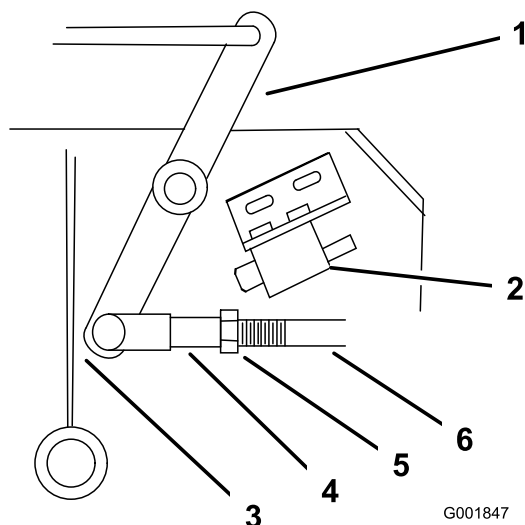

Figure 49
- Ajustez la longueur de la timonerie de sorte que l'extrémité la plus basse du levier coudé passe juste le renfort de support de l'essieu (Figure 49).
- Desserrez l'écrou contre la chape (Figure 49).